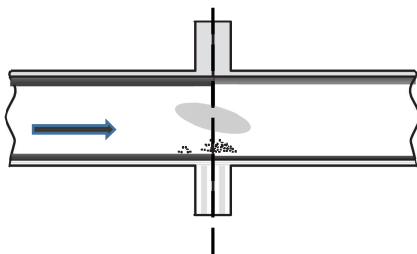

Figure 6. 설치방향 1.
- 슬러리 및 침전물 발생이 가능한 배관에 설치할 경우, 수평 방향으로 밸브를 설치해 줍니다. (Figure 6. 참조)